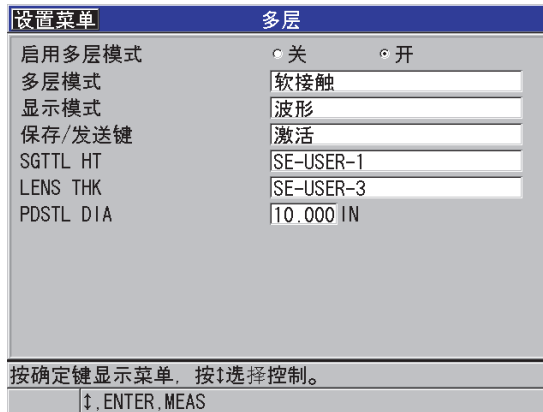

图 7-9 在软接触模式下设置多层测量参数
5. 在**多层**屏幕下（参见第 111 页的图 7-9）：